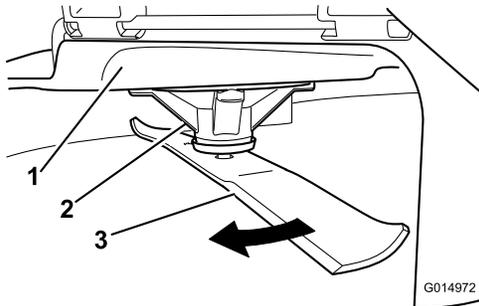

図 57
2. 厚手の丈夫な手袋をはめるなどして確実に保護した手で、ブレードをゆっくり回転させ、適当な位置で、刃先から床面までの距離を測定する 図 57。